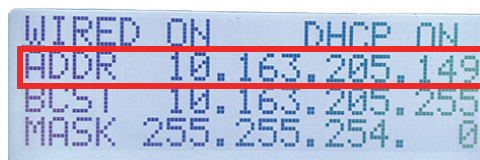

Figura 4-4 Indirizzo IP assegnato per la rete
5. In seguito al riavvio del BTX III, ritornare a **Menu principale > Menu Advanced > Configure Network > Menu DHCP** per visualizzare l'indirizzo IP assegnato per la rete (vedi Figura 4-4 a pagina 64).